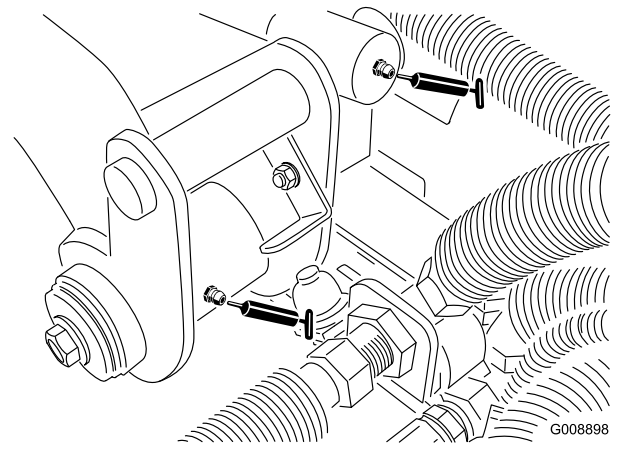

Figura 36
- 2 pivotes de brazo de elevación trasero y cilindro de elevación (**Figura 36**)